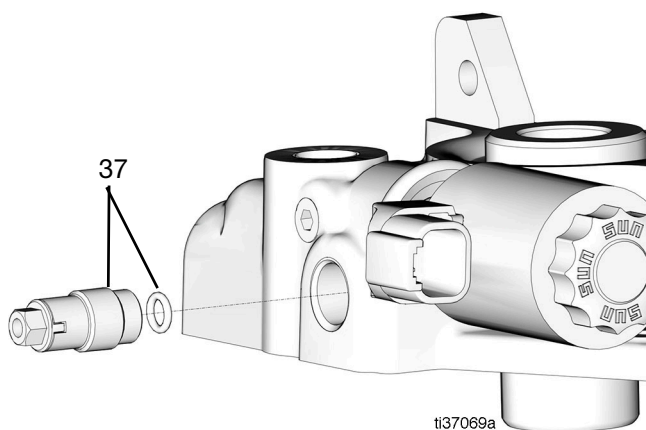

FIG. 73
33. Placez le joint torique sur le clapet anti-retour, puis placez dans la sortie de la pompe et serrez (couple 21,7 N•m) (FIG. 73).